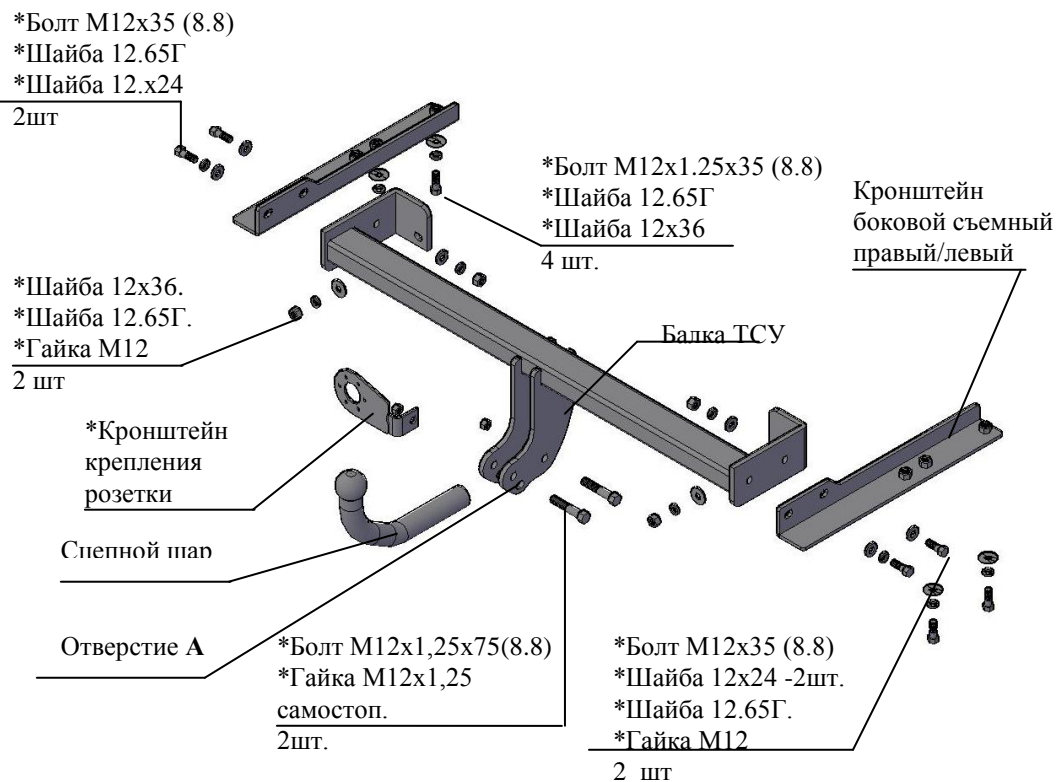

Рис.1 Тягово-цепное устройство 9440
2.1 ТСУ 9440 в сборе (рис.1)	1 шт.
2.2 Пакет с комплектующими (см. рис.1)	1 шт.
4.3 Установить боковые съемные кронштейны ТСУ (правый и левый соответственно рис.1) внутрь лонжеронов а/м, закрепить к нижним полкам болтами М12х1,25х35, (используя приварные гайки), под головки болтов подложить шайбы 12.65Г и шайбы 12х36. Крепеж не затягивать.